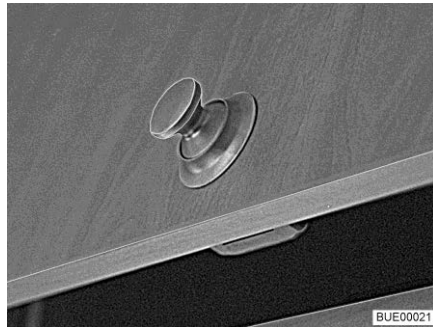
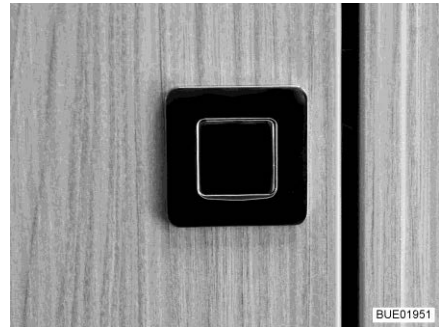

Bild 64 Skåplucka med tryckknapp (rund)
Bild 65 Skåplucka med tryckknapp (fyrkantig)
- Tryck på låsets inre del. Tryckknappen (Bild 64 och Bild 65) skjuts ut.